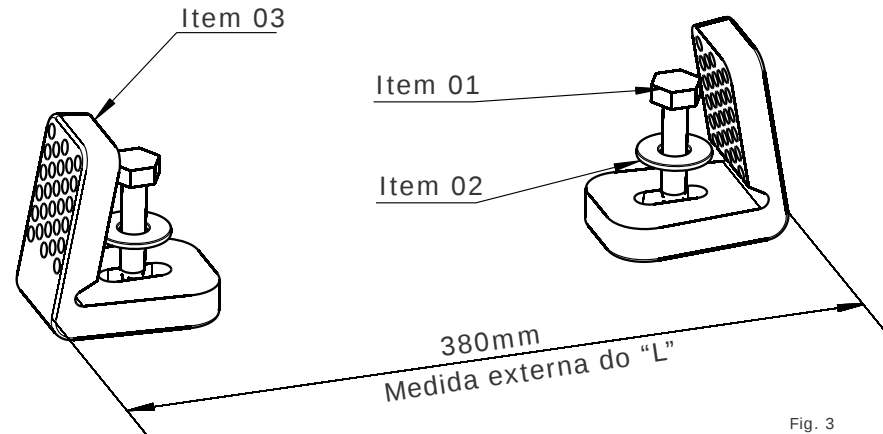

Fig. 3
- 3 Posicionar o suporte de fixação (item 03), e apertá-los com o parafuso e a arruela (itens 01 e 02), ajustar a distância externa dos suportes, conforme Fig. 3, e fixar definitivamente os suportes no piso.